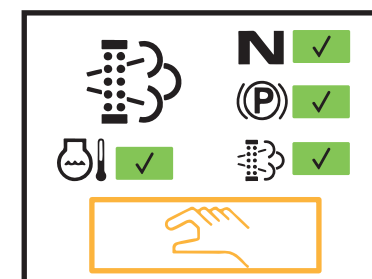

FIGURA 4
2. Cuando hay una regeneración disponible, la pantalla muestra cuatro marcas verdes (Figura 4). Pulse el botón de información para activar la regeneración. El icono DPF ámbar parpadeará. El proceso dura 45 min.